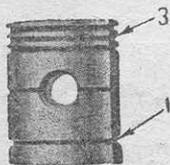

Рис. 21. Поршень.
**Чугунные поршни.** Каждый поршень имеет четыре кольцевых выточки для поршневых колец (рис. 21). Три кольца—уплотняющие и одно—маслособирающее.